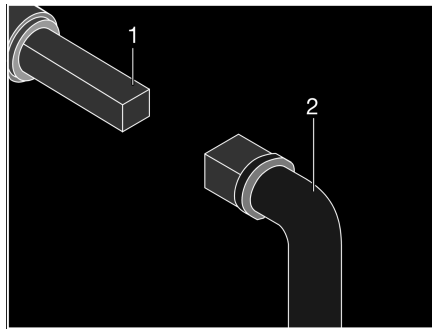

Fig. 216 Utilisation du robinet d'évacuation des eaux usées
- Insérer la clé (Fig. 216,2) sur la vis à quatre pans (Fig. 216,1).